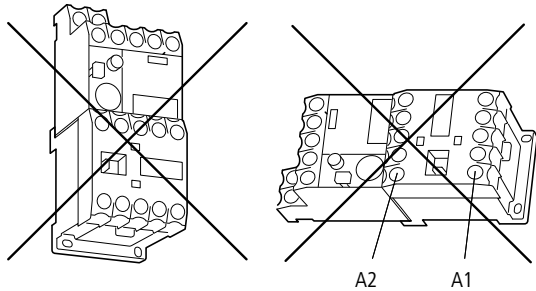

Abbildung 8: Nicht zugelassene Einbaulagen für DIL(E)EM/XTMC und ZE/XTOM (A1, A2 Spulenanschluss)
- Montieren Sie beide in beliebiger Einbaulage, außer wie in Abb. 8 dargestellt.